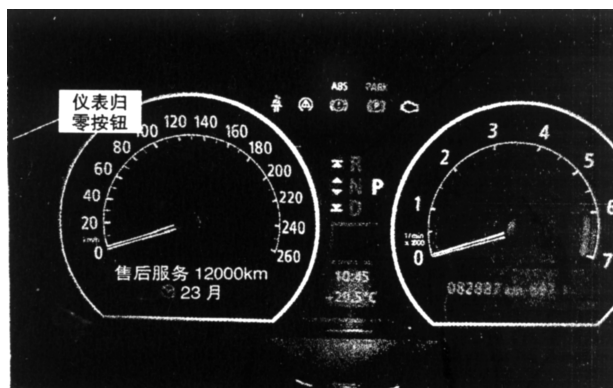

图 1-14 仪表归零按钮
- 3) 仪表上面如图 1-14 所示，所有的指示灯亮起。
- 4) 再按压仪表左上方的归零按钮（图 1-14）10 秒钟左右。